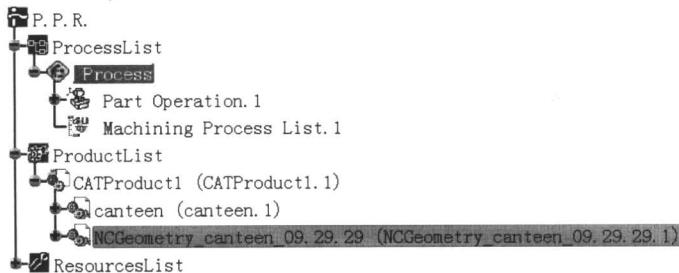
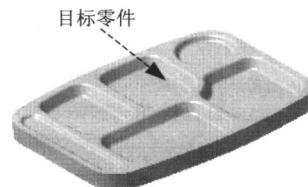

图 1.13 特征树
图 1.14 零件模型
(1) 在图 1.13 所示的特征树中右击“NCGeometry_canteen_09.29.29 (NCGeometry_canteen_09.29.29.1)”节点，在弹出的快捷菜单中选择⁶ 隐藏/显示 命令。
(2) 单击“Part Operation”对话框中的⁷按钮。
(3) 在图形区中选择如图 1.14 所示的零件模型作为目标加工零件，在图形区双击鼠标左键，系统回到“Part Operation”对话框。
- (2) 单击“Part Operation”对话框中的 \square 按钮。